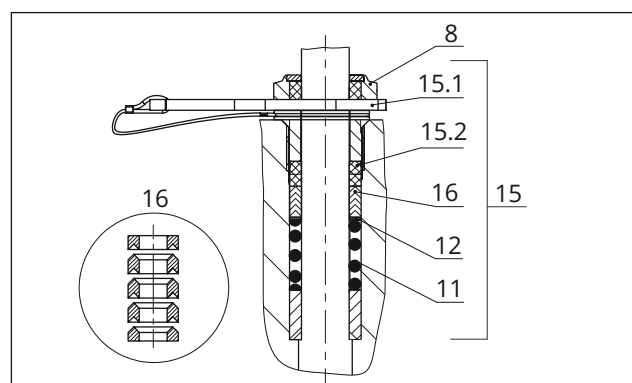

Рис. 31: Сальник ADSEAL
4. Вставьте красную промежуточную шайбу (15.1) между резьбовой втулкой (8) и кольцом-фиксатором, см. Рис. 31.
- Пружина (11)
- плоская шайба (12)
- Уплотнительные кольца (16)
13. Установите фланец (2) на корпус.
14. Аккуратно продвиньте детали сальниковой набивки при помощи соответствующего инструмента по штоку плунжера в уплотнительное пространство. Следите за правильным расположением компонентов, см. Рис. 30 и Рис. 31.
15. Плотно вставьте плунжер (5) в седло (4). При этом закрепите фланец (2) с помощью гаек корпуса (14). Последовательно затяните гайки крест-накрест. Соблюдайте моменты затяжки.
16. Вверните и затяните резьбовую втулку (8). Соблюдайте моменты затяжки.
17. Навинтите, не закрепляя, контргайку (10) и соединительную муфту (9) на шток плунжера.